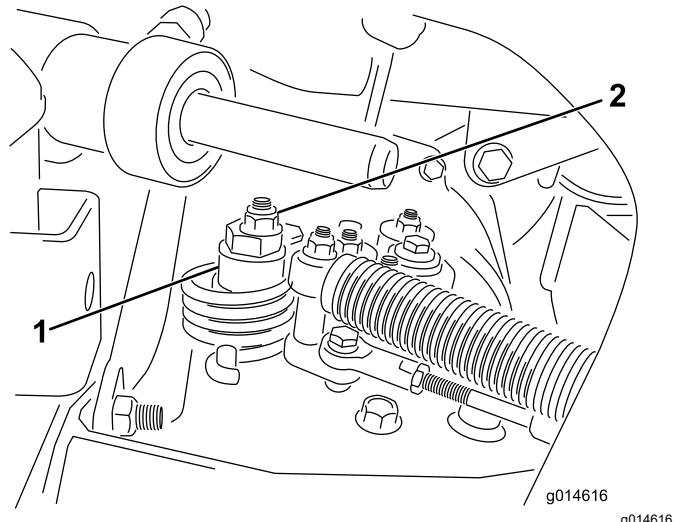

Figure 39
- Desserrez l'écrou de fixation de l'excentrique en haut de l'hydrostat (Figure 39).
- Tournez l'excentrique jusqu'à ce que la roue ne tourne plus dans aucune direction. Lorsque la roue s'arrête de tourner, serrez l'écrou pour bloquer l'excentrique et le réglage (Figure 39). Vérifiez le réglage avec la commande d'accélérateur à la position BAS RÉGIME, puis HAUT RÉGIME.